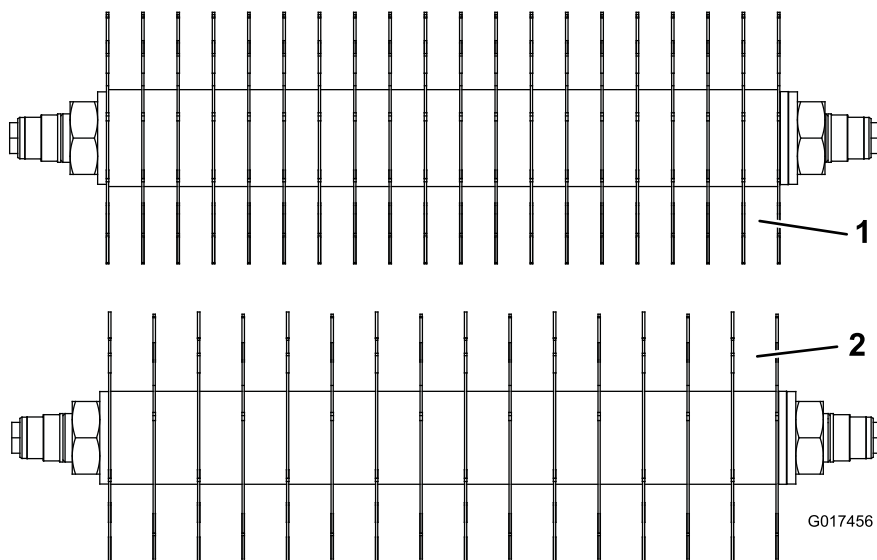

Figura 14
necessari altri (19) distanziali nuovi, n. cat. 93-3092, e altre (4) lame in carburo, n. cat. 106-8625, oppure altre (4) lame regolari, n. cat. 93-3038-03 (Figura 14).